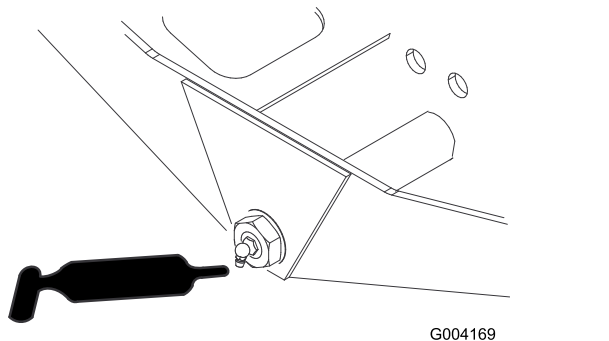

Figura 65
- Articulação do direção do eixo (1 cada) – Figura 65